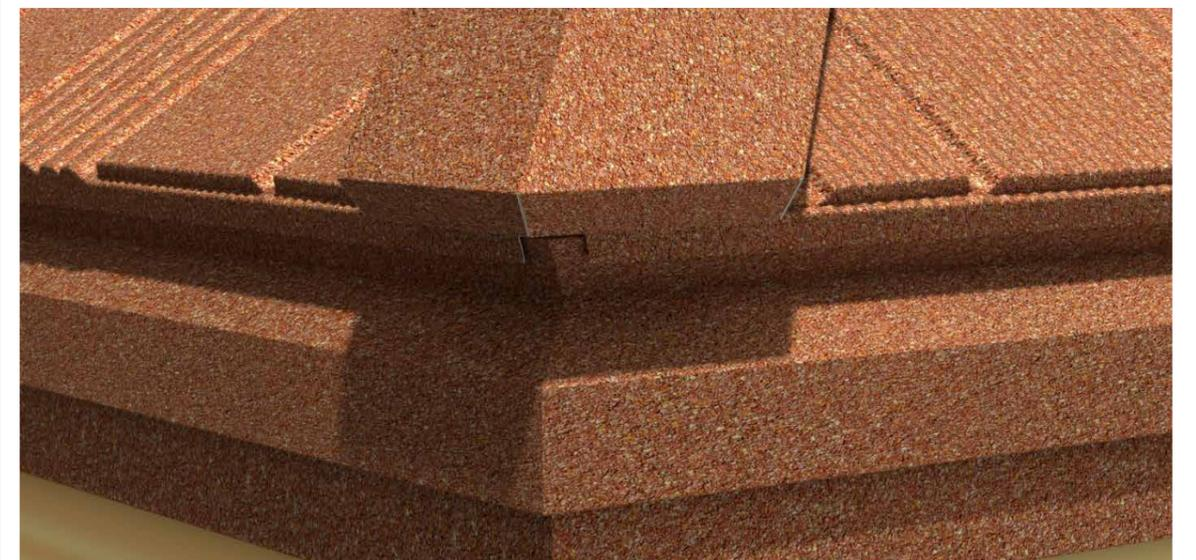

рис. 45
8.2.8. Торец V-образного конькового элемента необходимо обрезать параллельно карнизу по краю кровельных панелей, сделать надрезы на торце конька глубиной 25 мм и оставшиеся лепестки завернуть вниз (см. рис. 45):